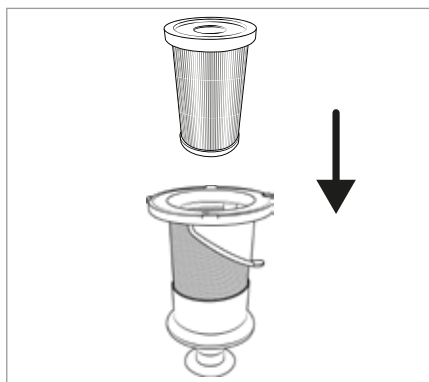

Fig. 24
- 7) Coloque o filtro EPA 5 no filtro de aço inoxidável 6 (ver fig. 24).